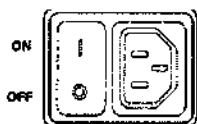

Рис. 4-4: Основной переключатель питания
1. Поместите консоль Микрокератом ZYOPTIX XP на твердую, ровную поверхность. Основной переключатель питания на задней панели должен находиться в положении «OFF» («ВЫКЛ») (рис. 4.4).
2. На задней панели находится гнездо для основного кабеля питания. Плотно зафиксируйте охватывающий конец основного шнура в гнезде. Затем вставьте конец кабеля с вилкой в заземленную розетку с соответствующим напряжением (см. fig. 4-4).